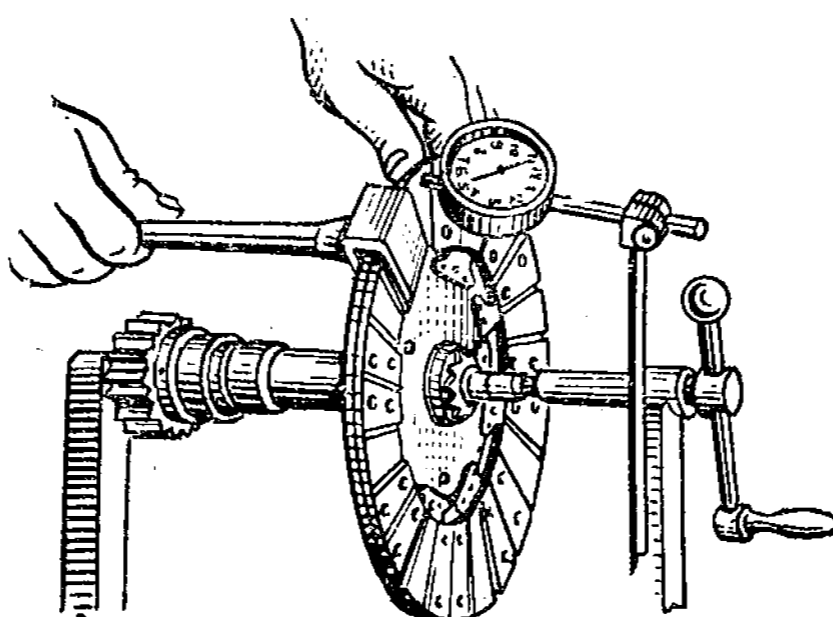

Рис. 90. Правка ведомого диска сцепления
- боковое биение поверхности *Б*, замеренное на радиусе 108 мм (рис. 90), более 0,5 мм;